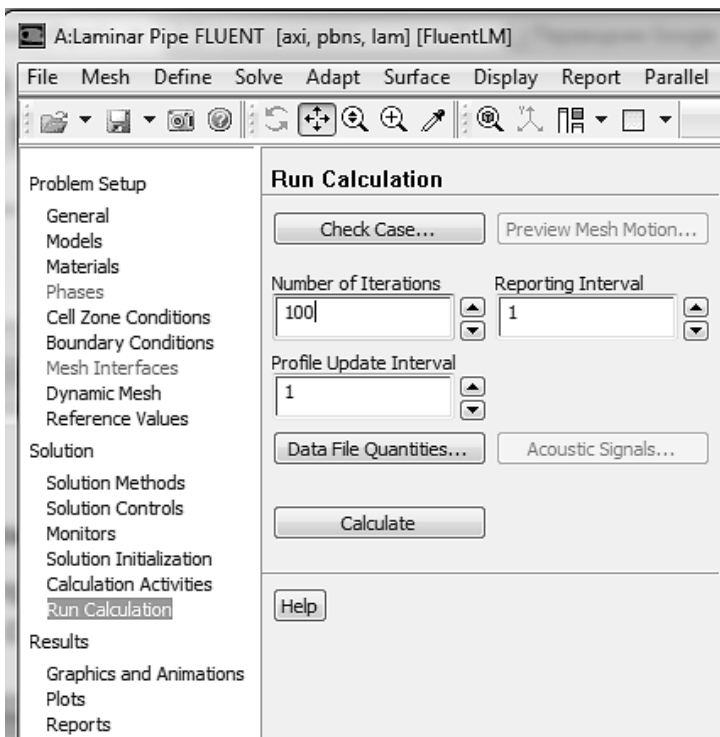

Рис. 1.56
- 4) Нажмите кнопку Calculate, рис. 1.56.